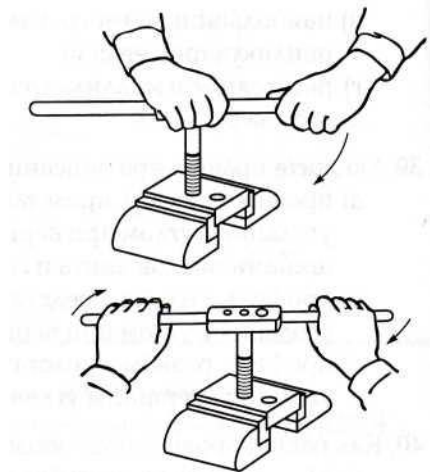

Рис.1.11
27. Укажите, какая слесарная операция представлена на рис. 1.11: